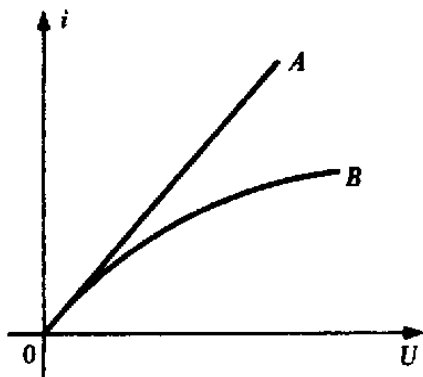

Fig. 10.18
**10.18.** Se você traçar a característica de um resistor de tungstênio (metal) mantendo sua temperatura constante, obtém gráfico A da Fig. 10.18.